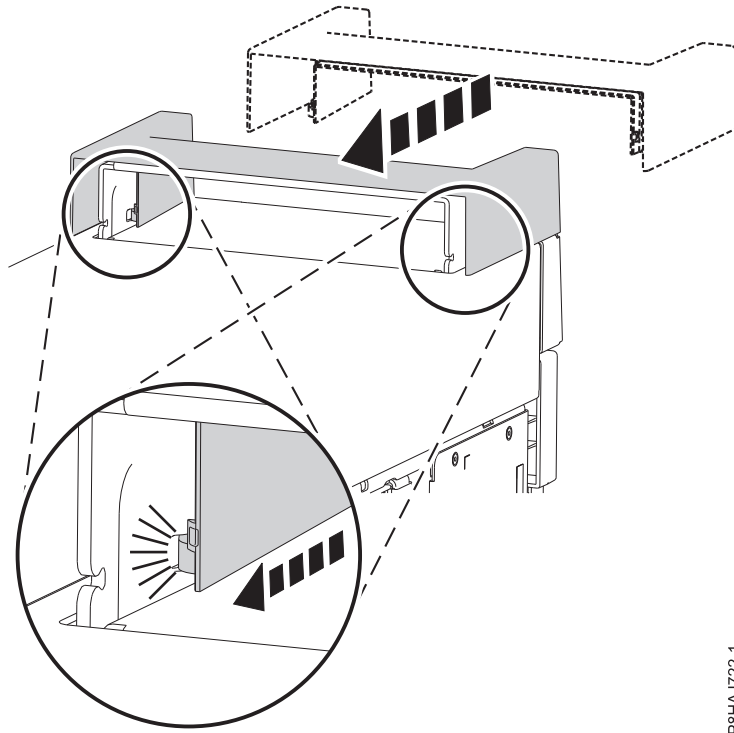

図 24. 8286-41A スタンドアロン・システムへのハンドル・カバーの固定
1. ハンドル・カバーを、システムの後部方向へスライドさせて内部 RDX ドッキング・ステーション (FC EUA3) に固定します。図 24 を参照してください。